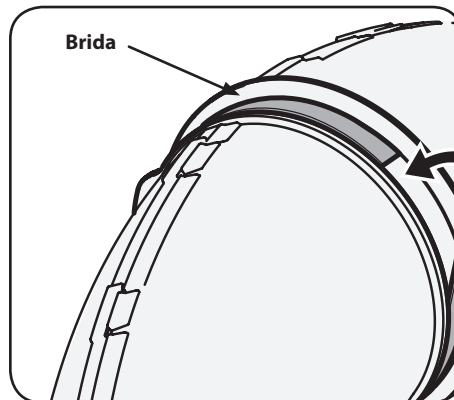

Figura 4-16
1. Retire el revestimiento de la franja de espuma autoadhesiva (721-04388) incluida dentro del contenido de la caja de cartón. Aplíquela al canal superior, y nivele contra la brida como se muestra en la Figura 4-16.